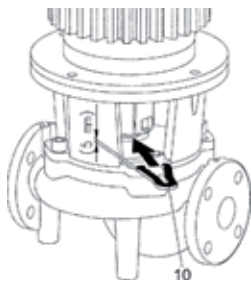

рис. 14: Установка монтажной вилки
- Вставить монтажную вилку (рис. 14, поз. 10) между промежуточным корпусом и муфтой. Монтажная вилка должна располагаться без зазора.